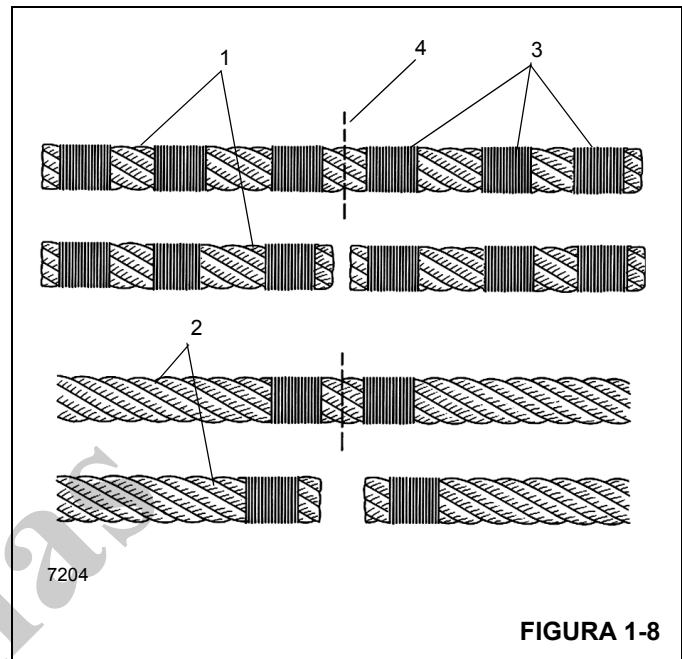

FIGURA 1-8
**NOTA:** Um cabo de aço não pré-formado (1) (Figura 1-8) deve ter três amarrações (3) feitas em cada lado do corte (4), em comparação com o cabo de aço pré-formado (2).